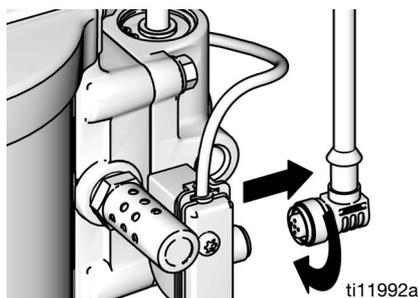

FIG. 18. Débranchement du DataTrak
1. Dévisser le câble de l'arrière de l'ensemble de commutateur à lame. Voir la FIG. 18.